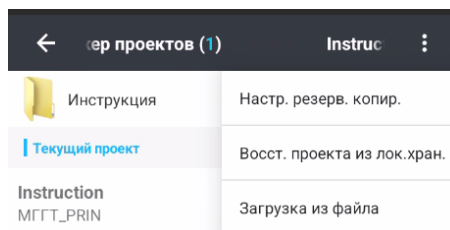

Рисунок 2.3.5
2. Нажмите на **Настройки резервного копирования** (Рисунок 2.3.5).